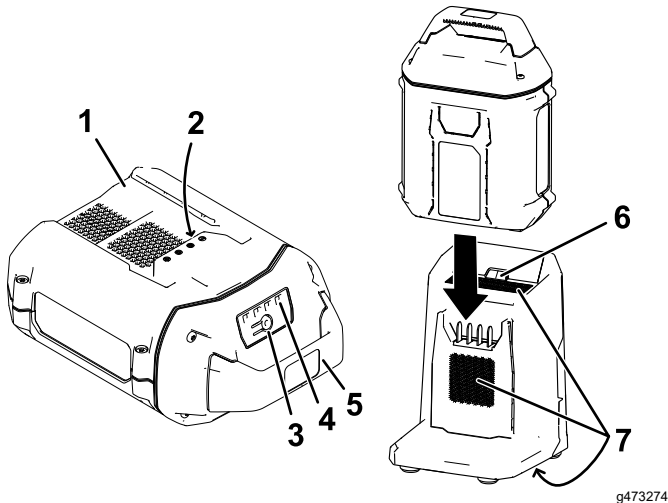

Figura 15
2. Alinhe a cavidade na bateria (Figura 15) com o ressalto no carregador.
3. Deslize a bateria para o carregador até que fique totalmente encaixada (Figura 15).